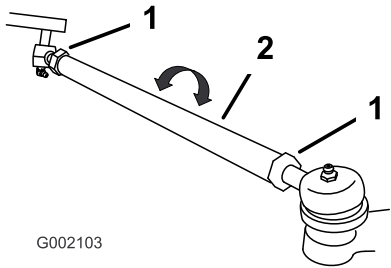

Figure 16
2. Si la valeur obtenue n'est pas comprise dans la plage spécifiée (reportez-vous aux dimensions et aux paramètres mentionnés au début de cette procédure), desserrez les contre-écrous à chaque extrémité des biellettes (Figure 16).